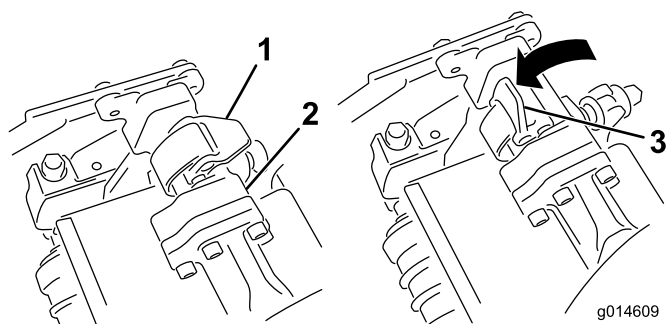
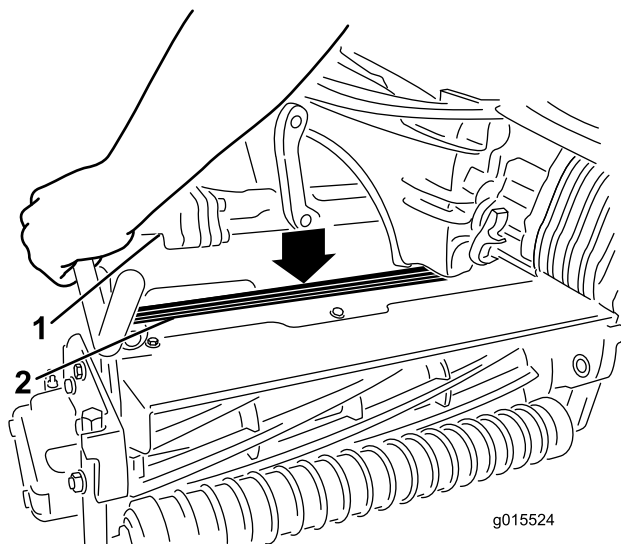

Figura 35
Figura 36
4. Con los enganches del brazo de suspensión orientados hacia arriba (es decir, abiertos) (Figura 35), empuje hacia abajo el brazo de suspensión de modo que la barra encaje en la barra situada en la parte superior de la unidad de corte (Figura 36).
- Presione los enganches hacia abajo alrededor de la barra de la unidad de corte y bloquéelas (Figura 35).
5. Abra los enganches de la barra del brazo de suspensión de la unidad de corte que está retirando (Figura 35).